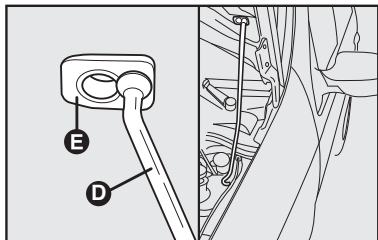

fig. 93
4) Introduzir a extremidade da vareta **D** na abertura **E** do capô do motor **fig. 93**.
1) Manter levantado o capô com uma mão e, com a outra, tirar a vareta **D-fig. 93** da abertura **E** e repô-la no seu dispositivo de bloqueio.